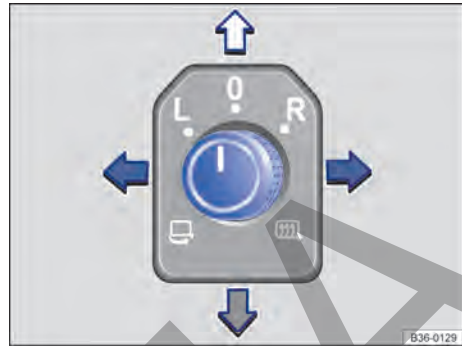

Fig. 119 En la puerta del conductor: mando giratorio de los retrovisores exteriores.
- Gire el mando situado en la puerta del conductor hasta el símbolo deseado → fig. 119.